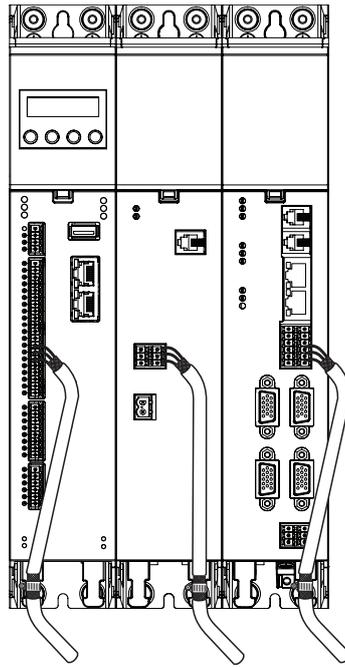

Abb. 3.1 Beispiel Schirmanbindung Steueranschlüsse
- Setzen Sie die Leitungsschirme nicht zu früh ab und verwenden Sie für die Kontaktierung an den Komponenten die Schirmfahnen an den jeweiligen Steckverbindern (siehe Abb. 3.1). Legen Sie die andere Seite des Kabelschirms jeweils großflächig an der PE-Schiene (Haupterde) bzw. der Montageplatte auf.